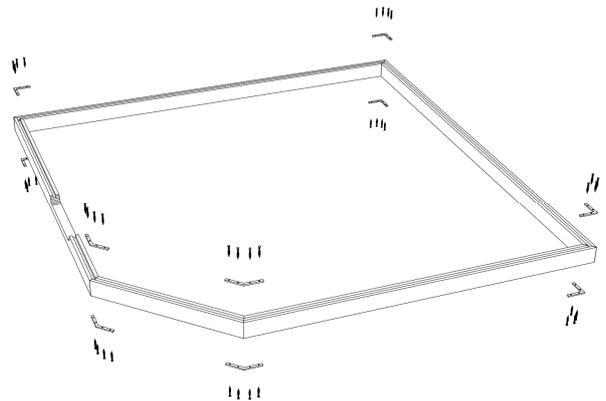

Abbildung 1
3. Die Ecken des Bodenrahmens unten mit Metallwinkeln verschrauben (3,5 x 25 mm) (Abbildung 1).
4. Die 135°-Ecken mit den beweglichen Metallwinkeln verschrauben (3,5 x 25 mm) (Abbildung 1)
6. Die Ecken des Bodenrahmens oben mit Metallwinkeln verschrauben (3,5 x 25 mm) (Abbildung 1).